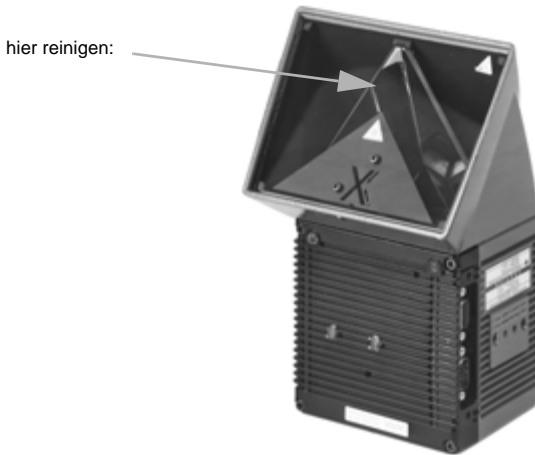

Bild 6.1: Reinigung des Lesefensters
- Lesefenster in regelmäßigen Abständen mit einem milden Reinigungsmittel ohne Pulverzusatz, z.B. einer antistatischen Scheiben-Reinigungsflüssigkeit, säubern. Bild 6.1 zeigt die zu reinigenden Flächen.